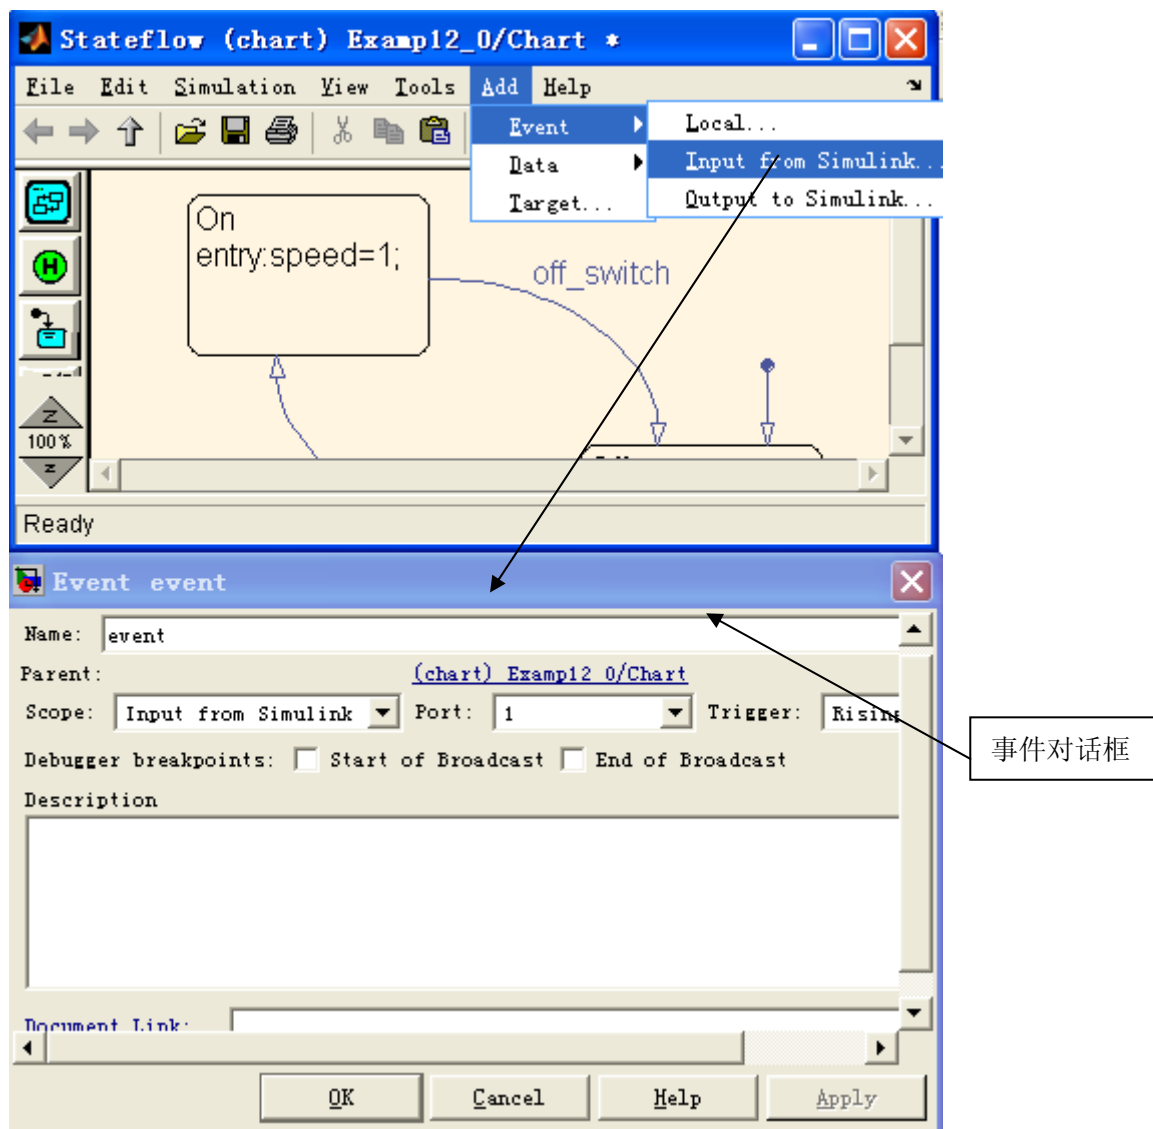

图 12.9 Stateflow 事件对话框
- a) 从 stateflow 编辑界面的 add 菜单选择 Event，并在随后弹出的下拉菜单下选择 Input from Simulink，打开事件对话框，见图 12.9；